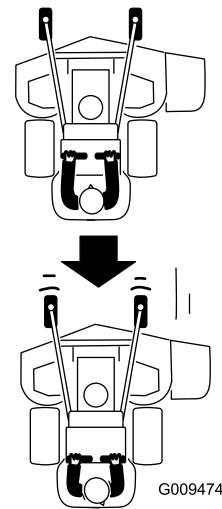

Bild 22
2. Ziehen Sie die Fahrantriebshebel langsam nach hinten (**Bild 22**).